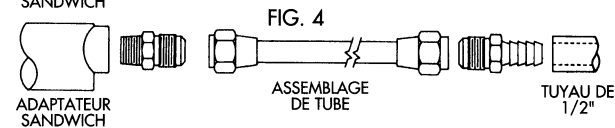

FIG. 4
- Radiateurs avec un kit de lignes métalliques - installez le raccord dans l'adaptateur sandwich comme indiqué à la FIG. 4.